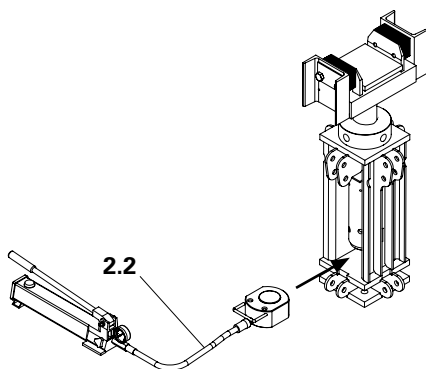

Fig. 16
1. Posizionare il cilindro idraulico (2.1) nell'albero di testa VST 100. (Fig. 16 + 17)
- Il tubo idraulico (2.2) non deve essere piegato né eccessivamente curvato. (Fig. 16)